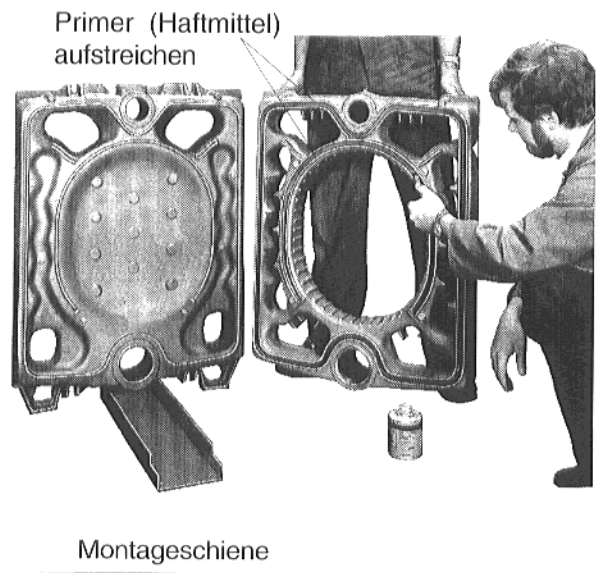

Abb. 8
- **Dichtnuten** am ersten Hinterglied mit Primer einstreichen (Abb. 8).
- **Montageschiene** mit der Ausklinkung unter die untere Kesselnabe des Hintergliedes schieben (Abb. 8).